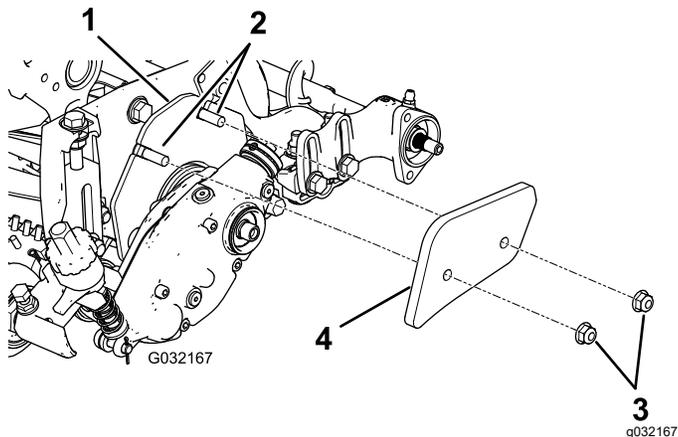

图 5
- 12.7cm 液压滚刀组如 图 5 所示零件随滚筒刷套件一起提供型号 03658。